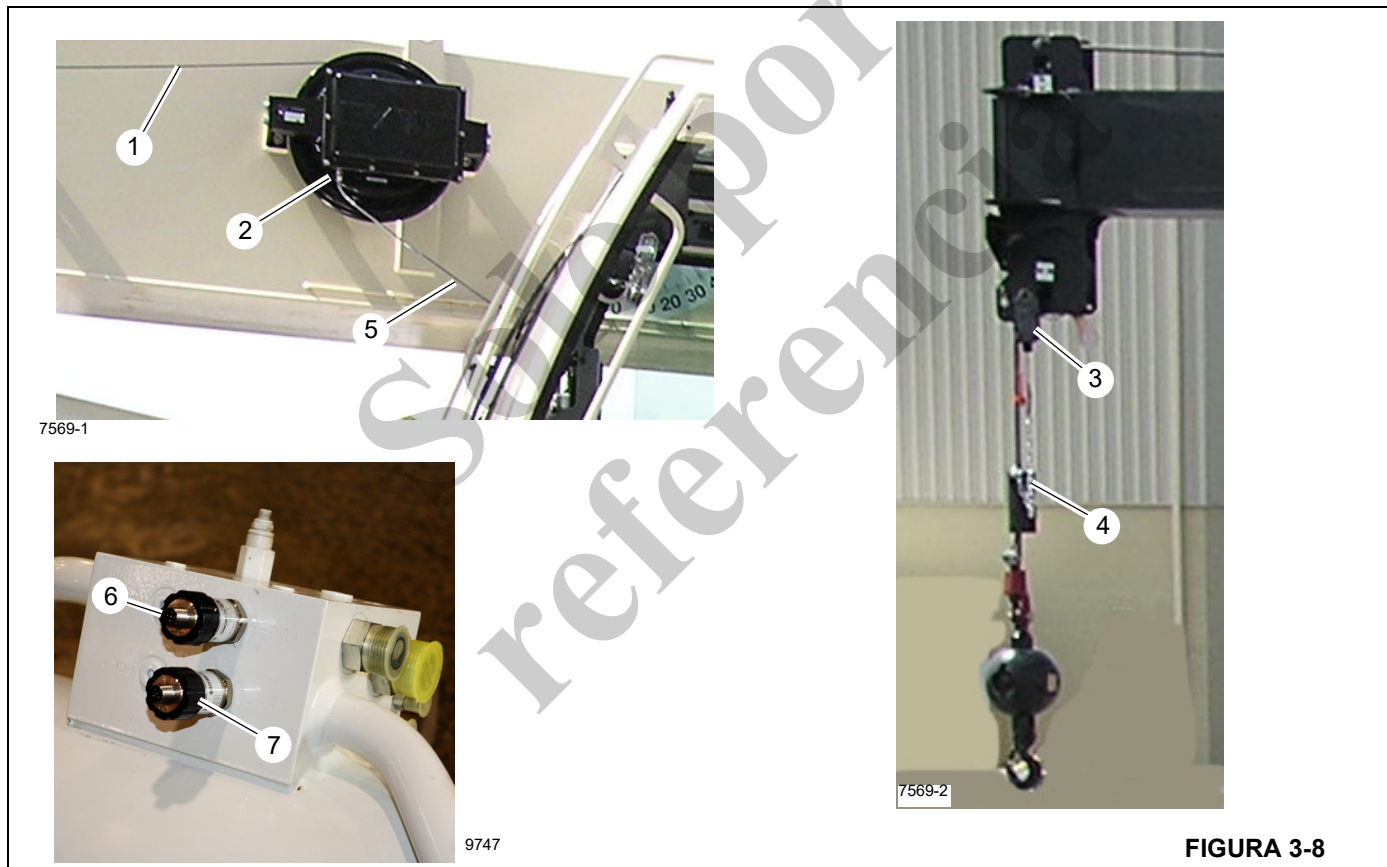

FIGURA 3-8
El cable A2B de la pluma (1, Figura 3-8) pasa del carrete A2B a través de la pluma y llega al conjunto del interruptor A2B (3). El cable de conjunto de interruptor A2B se conecta al peso de prevención del contacto entre bloques.